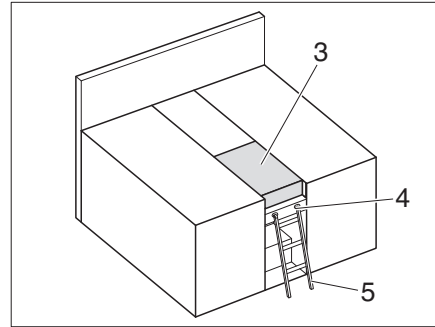

Fig. 179 Cama doble
- Colocar los cojines adicionales (Fig. 179,2).
- Retirar cojín adicional (Fig. 179,3).
- Insertar extractor (Fig. 179,1) y enganchar cinta de sujeción (Fig. 179,2).
Para subir a la litera superior se ha de utilizar la escalera de ascenso equipada de serie (Fig. 179,4).
- Enganchar la escalera de ascenso (Fig. 179,4) con los largueros en el soporte (Fig. 179,3) en el panel.